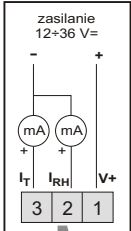

Rys.2. Demontaż płytki przetwornika
- kolejno podważyć wycięcia płytki i ostrożnie wyjąć płytkę przetwornika z obudowy (rysunek 2)